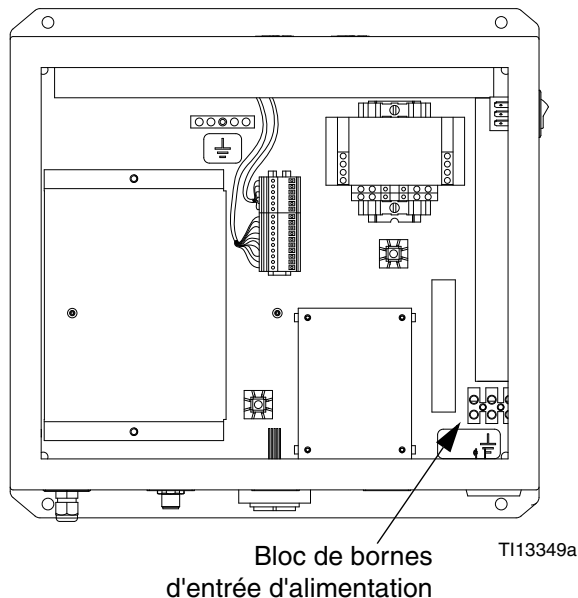

FIG. 17 : raccordement sur l'alimentation secteur
2. Voir la FIG. 17 et le **Schéma électrique du système** à la page 44 pour les connexions par câbles L1, N, sur terre dans le EasyKey.